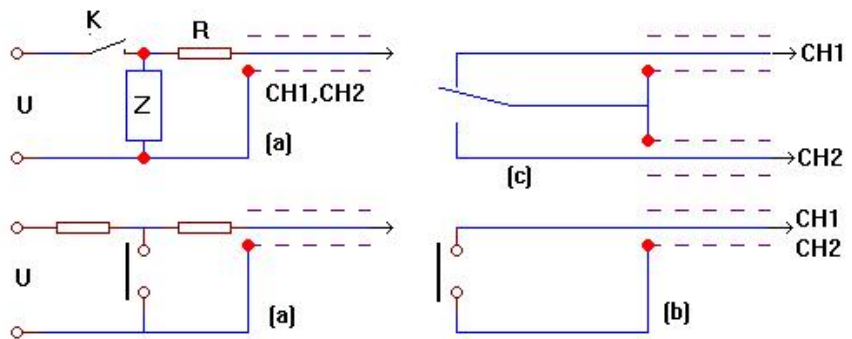

图 3
1、带电档的接入方法可如图 3（a）所示连接。当外接电压过高时，请串入保护电阻 R。
空点接入方法，可如图 3（b）所示连接。转换触头可参考图 3（C）。
（1）线包按图 3（a）方法接入 C H 1，开关置带电位置。（2）触点按是否接有电源，分别用图 3（a）或（b）方式接入 C H 2，注意置好相应开关位。